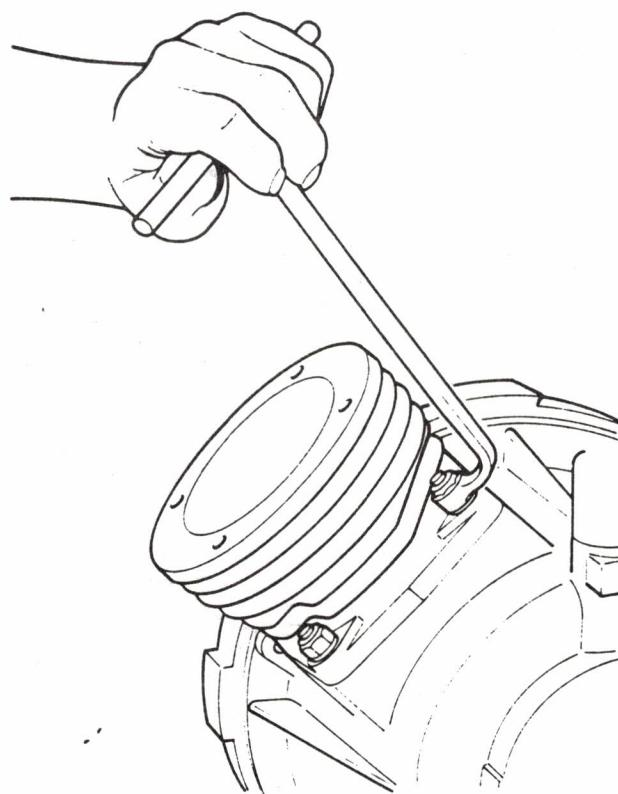

Bild 12 Zylinder abbauen
- Mit Zylinderfußschlüssel SW 13 (1/9) vier selbstsichernde Muttern und Unterlegscheiben vom Zylinder, 1. Druckstufe entfernen (Bild 12).